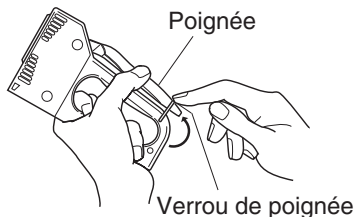

Figure 3
3. Tout en maintenant la poignée vers le bas, faites glisser le verrou sur la poignée (voir la Figure 3).